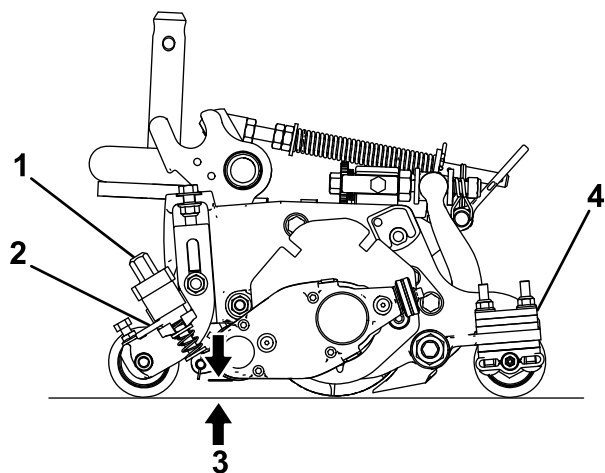

Figura 22
3. Rode as alavancas de libertação rápida (Figura 22) para a posição de ENGATAR (o manípulo
4. Numa extremidade do cilindro do rastelo, meça a distância que vai da ponta da lâmina mais baixa do dispositivo até à superfície de funcionamento (Figura 22). Rode o manípulo de ajuste da altura (Figura 22) para levantar ou baixar a ponta da lâmina do rastelo, até à altura desejada.